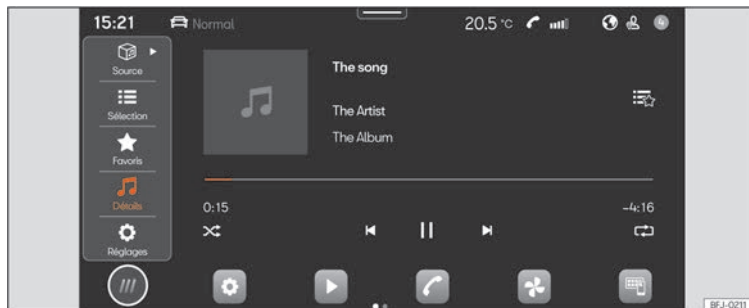

Fig. 152 Représentation schématique : Vue Multi-média
- Appuyez sur **HOME** > ► ► ► **fig. 152**.